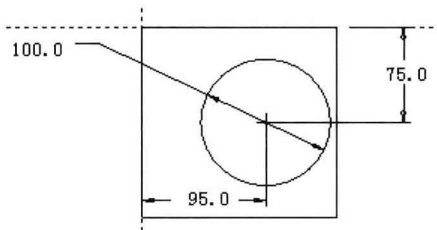
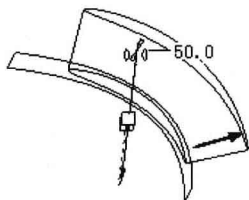
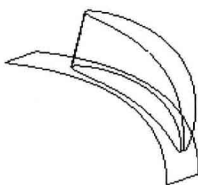

图 1.22
图 1.23
图 1.24
- (1) 选择曲面。
- (2) 在下拉菜单中选择“编辑”→“偏移”命令。
- (3) 选择“具有斜度”(With draft) 偏移曲面类型。
- (4) 单击“参照”按钮，然后单击“定义”(Define) 按钮。
- (5) 选择基准平面 TOP 为草绘平面，单击鼠标中键进入草绘器。
(6) 绘制如图 1.22 所示的截面。
(7) 单击“草绘”工具栏中的  按钮退出草绘器。
(8) 修改偏移值为 50。预览模型如图 1.23 所示。
(9) 单击“选项”按钮，选择“平移”(Translate) 选项。注意观察模型的变化。
(10) 单击鼠标中键，模型如图 1.24 所示。